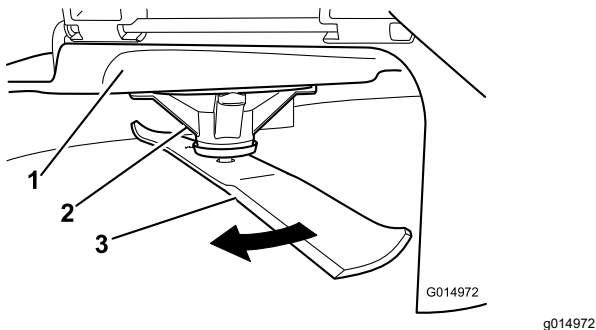

Bild 71
2. Tragen Sie dicke Handschuhe oder andere angemessene Handschuhe und drehen Sie das Messer langsam in eine Stellung, in der das Messen des Abstands zwischen der Schnittkante und der ebenen Fläche der Maschine möglich ist (Bild 71).